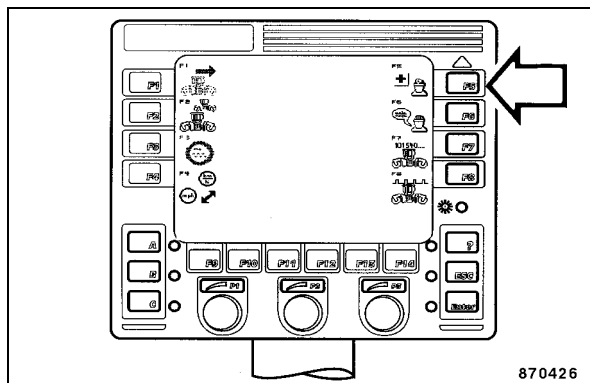

Fig. 202
- Appuyer sur la touche "F5" (diagnostic) (Fig. 202).